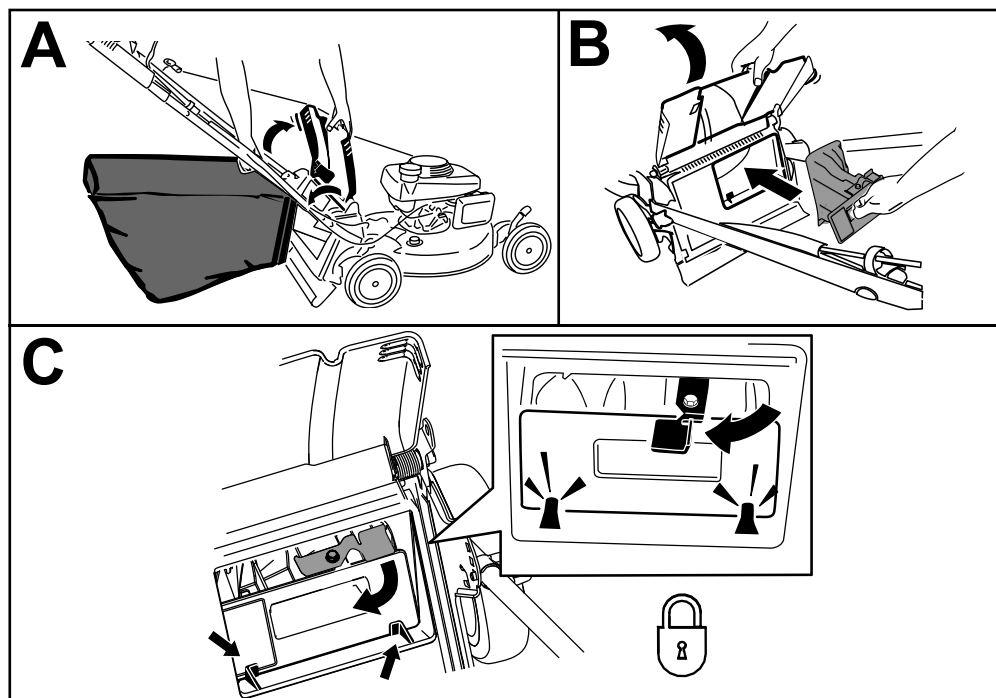

Figura 17
1. Levante y sujete el deflector trasero y levante la bolsa de recogida por el asa para separarla de las muescas de los soportes del manillar (Figura 17, A).
2. Instale el tapón trasero (Figura 17, B).
Importante: Asegúrese de que el tapón trasero está bloqueado en su sitio. Para bloquear el tapón, presione firmemente hasta que encaje en su lugar detrás de las pestañas, y gire la palanca del tapón a la izquierda (Figura 17, C).